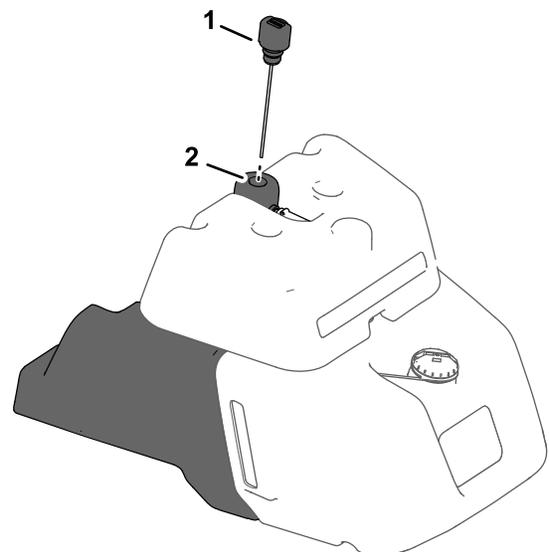

Figure 35
- Si la machine comporte un regard de niveau sur le côté du réservoir de carburant, localisez la jauge d'huile du système hydraulique au sommet du réservoir de liquide hydraulique (Figure 35), puis passez à l'opération 5.